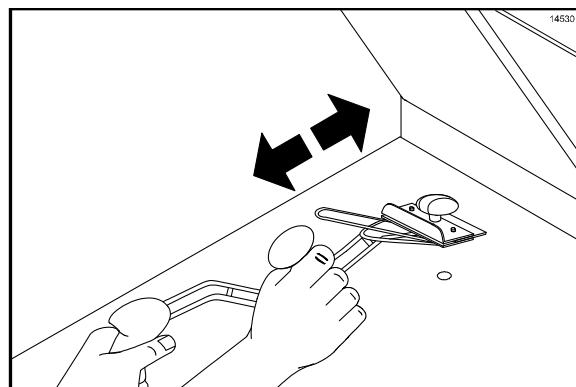

Рисунок 18
1. С помощью скребка для гриля соскребите жир с нижней плиты гриля, двигаясь от фронтальной к тыльной части гриля. **Запрещается** соскребать скребком жир поперечными движениями в задней части нижней плиты гриля. (См. рис. 18)